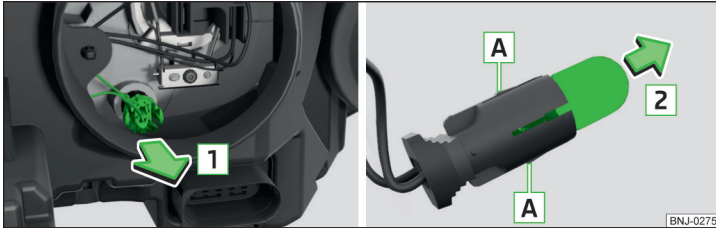

Abb. 305 Glühlampe für Standlicht wechseln
- › Die Fassung mit der Glühlampe mit Wackelbewegungen in Pfeilrichtung **1** » Abb. 305 herausziehen.